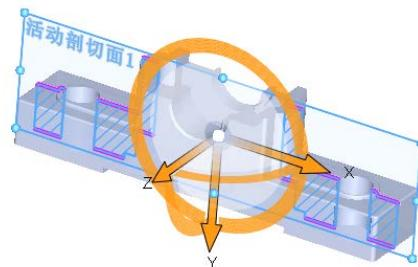

图 5.16.2 剖切面和三重轴
Step3. 定义剖切面。选取上视基准面为剖切面, 此时在绘图区显示图 5.16.2 所示的剖切面及三重轴。